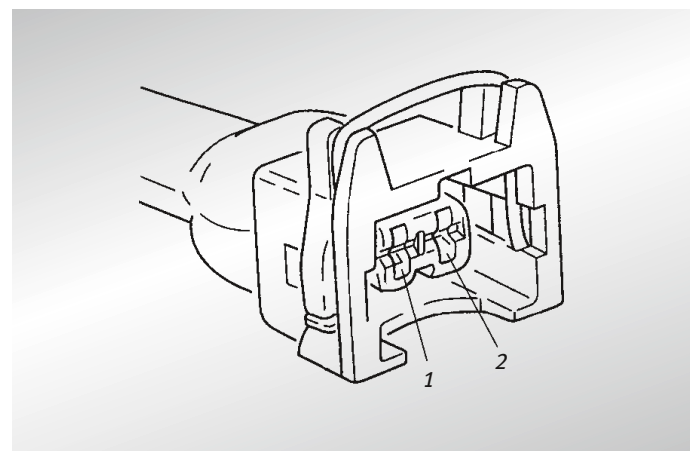

Abb. 4 EUV-Stecker
Hinweis: Die Polarität des Steckers der verschiedenen Fahrzeuge ist unterschiedlich. Die Spannungsversorgung liegt an Kontakt 1 oder 2, Abb. 4. Der andere Kontakt ist für die Massesteuerung.
- Je nach Fahrzeug, Spannung an Kontakt 1 oder 2 des Steckers, Abb. 4 und Masse prüfen.